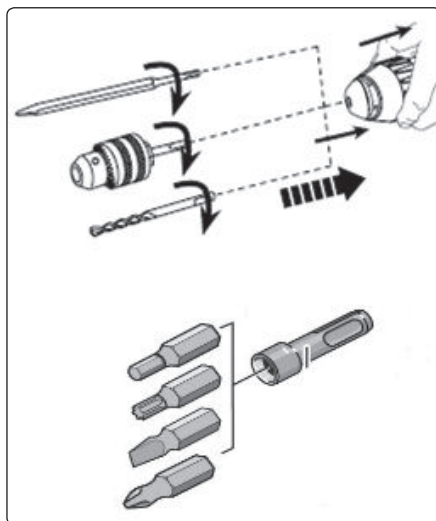

Abb. 3
- ➔ Um Bohrer mit einem kleineren Durchmesser zu spannen, kann man in den SDS-Spannkopf ein normales Bohrfutter einspannen, das bei geläufigen Bohrmaschinen benutzt wird und über einen SDS-Schaft verfügt, oder auch einen Bitträger (sind nicht Bestandteil der Lieferung), siehe Abb. 3.